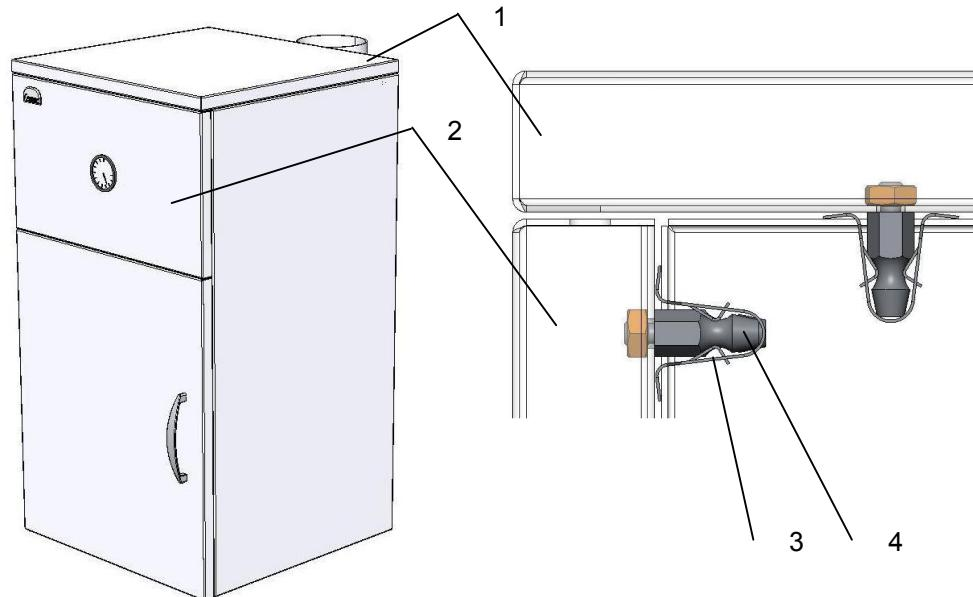

Рис. 2
5.3 Верхня облицювальна кришка поз.1 і передня панель поз.2 (Рис.2) апа-